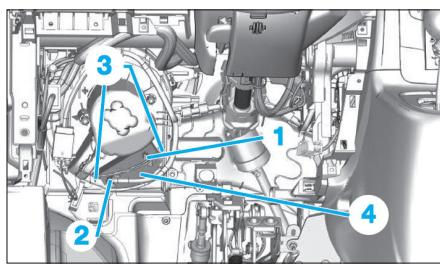

Fig. 35
- Déconnecter les connecteurs (1) et (2) (Fig.35).
- les vis (3),
- le hacheur (4).